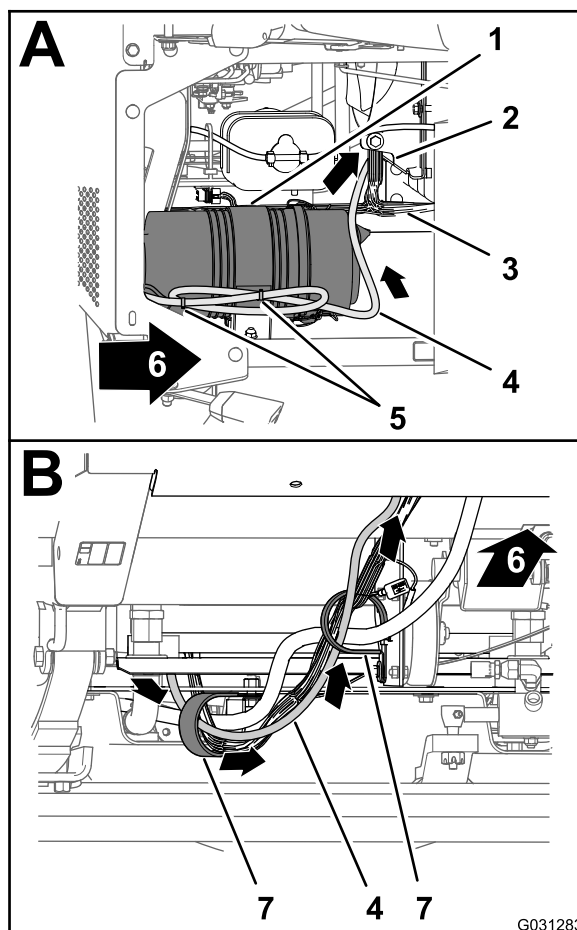

图 174
1. 在发动机舱的右侧将数据线束 220cm 支管向前对着发动机的空气滤清器向下对着散热器的右下角图 174。
2. 将数据线束的 220cm 支管向前穿过机器底部的 2 个 R 形夹图 174。